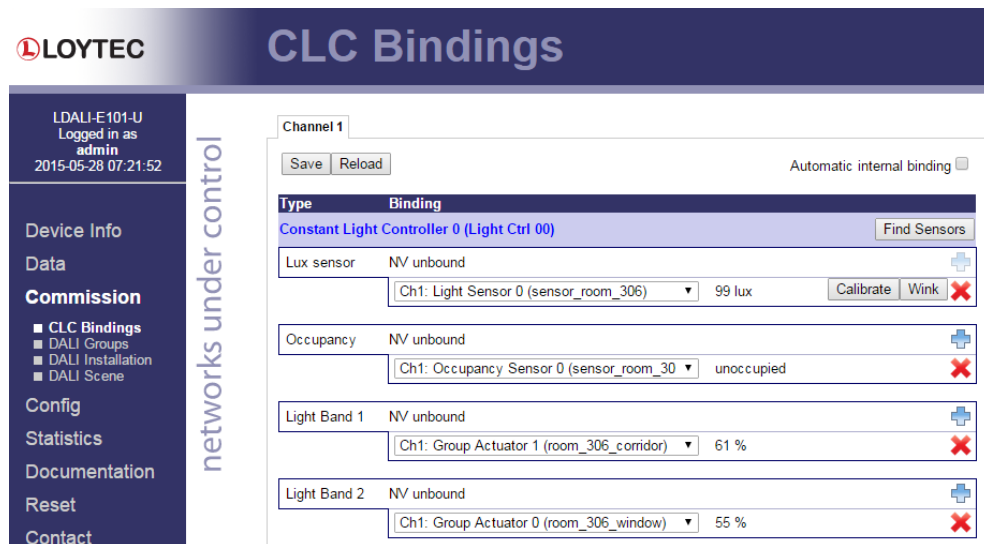

Abbildung 92: DALI Installations Web-UI: Konstantlichtreglerverknüpfungen.
5. Um festzulegen welche Sensoren (Anwesenheit und Helligkeit) als Eingangswerte des Reglers verwendet werden und welche Gruppen vom Konstantlichtregler als Ausgang angesteuert werden sollen klicken Sie auf **CLC Bindings** im Config-Menü (siehe Abbildung 92).